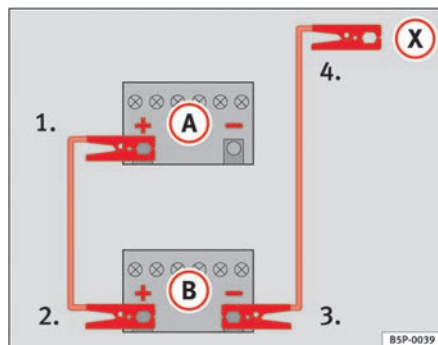

Fig. 225 Schema per il collegamento dei cavi per l'avviamento di emergenza
Nella ⇒ fig. 225 **A** indica la batteria scarica, e **B** la batteria carica.
- 1. Collegare un'estremità del cavo rosso al polo positivo ⇒ fig. 225 **+** del veicolo con la batteria scarica ⇒ ⚠.